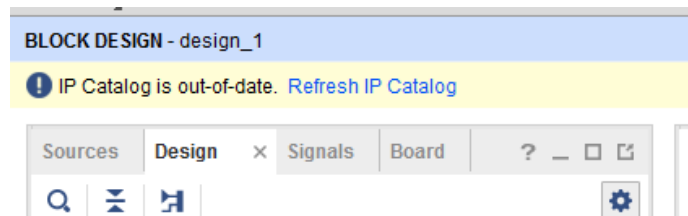

FIGURE 22 – Notification d'*IP out of date*
1. Vivado devrait afficher la notice *IP Catalog is out of date* (figure 22). **Ne cliquez pas sur *Refresh* avant que Vivado HLS ait fini d'exporter le RTL ou les portes de l'enfer s'ouvriront sous vos pieds.**⁴